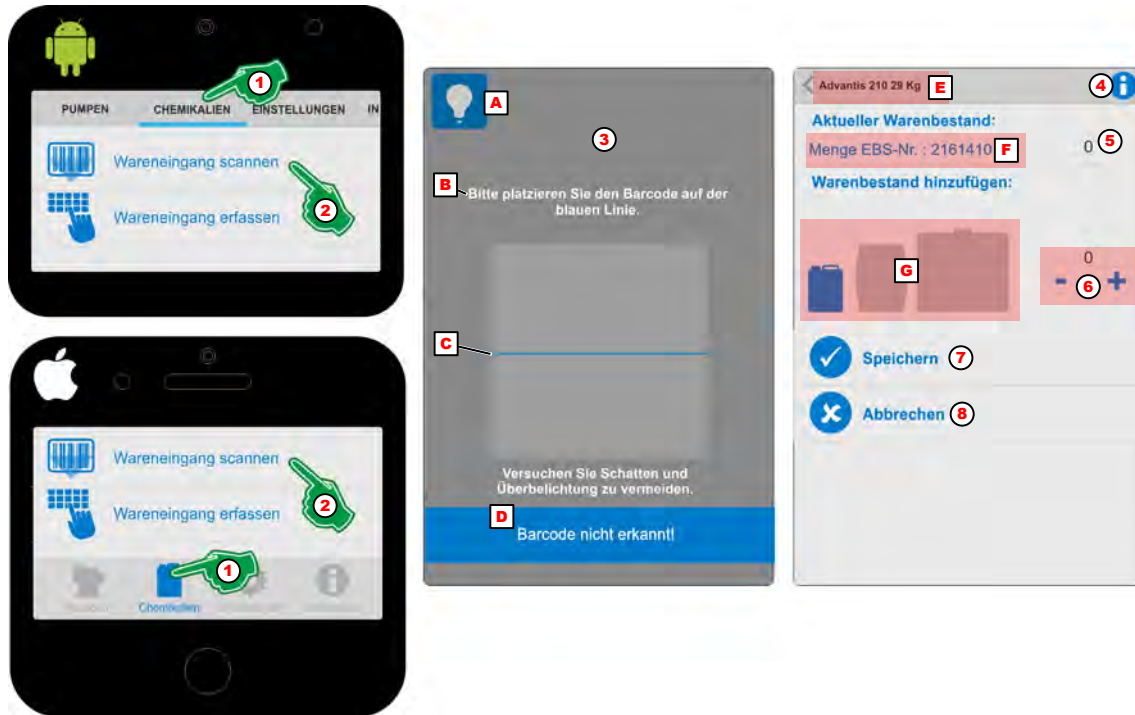

Abb. 37: Wareneingang scannen
1. ▶ Menü „Chemikalien“ (Abb. 37, Pos. 1) auswählen.
2. ▶ „Wareneingang scannen“ (Abb. 37, Pos. 2) auswählen.
⇒ Der Bildschirm wechselt in den Scanbildschirm (Abb. 37, Pos. 3) zur Erfassung des Barcodes. Um bei schlechten Lichtverhältnissen bessere Scanergebnisse zu erzielen, lässt sich im Scanbereich über das Lampensymbol (Abb. 37, Pos. A) das Licht des Smartphones einschalten.
3. ▶ Die Scanfunktion (Abb. 37, Pos. 3) startet sofort ab erscheinen des Bildschirms. Beachten Sie beim Scanvorgang den Hinweis (Abb. 37, Pos. B) im Scanbereich. Der zu scannende Barcode muss sich innerhalb des Sichtfensters des Scanbereichs, bestenfalls mittig zur blauen Referenzlinie (Abb. 37, Pos. C) befinden. Unterhalb des Scanbereichs wird eine Statusmeldung (Abb. 37, Pos. D) eingeblendet, die darüber informiert, ob der Scanvorgang erfolgreich war oder nicht.
4. ▶ Wurde die Chemikalie korrekt erfasst wird diese angezeigt (Abb. 37, Pos. E). Durch Auswahl des [Info] Symbols (Abb. 37, Pos. 4) erscheint:
5. ➤ Zusätzlich zur erkannten Dosierchemie (Abb. 37, Pos. E) wird die EBS-Nr (Bestellnummer) angezeigt (Abb. 37, Pos. F). Neben dieser Anzeige muss die im Lager befindliche Menge der Chemikalie eingegeben werden (Abb. 37, Pos. 5) um eine korrekte Lagerverwaltung zu ermöglichen.
6. ➤ Durch den Scanvorgang wird die Gebindegröße als blaue Symbolgrafik dargestellt (Abb. 37, Pos. G). Um bei einer Neulieferung von Chemiegebinden einen Warenbestand hinzuzufügen muss die Stückzahl eingestellt werden (Abb. 37, Pos. 6).
7. ➤ Die Taste [*Speichern*] (Abb. 37, Pos. 7) Drücken zum Speichern der Eingaben.
8. ➤ Die Taste [*Abbrechen*] (Abb. 37, Pos. 8) Drücken zum Abbrechen der Warenerfassung.